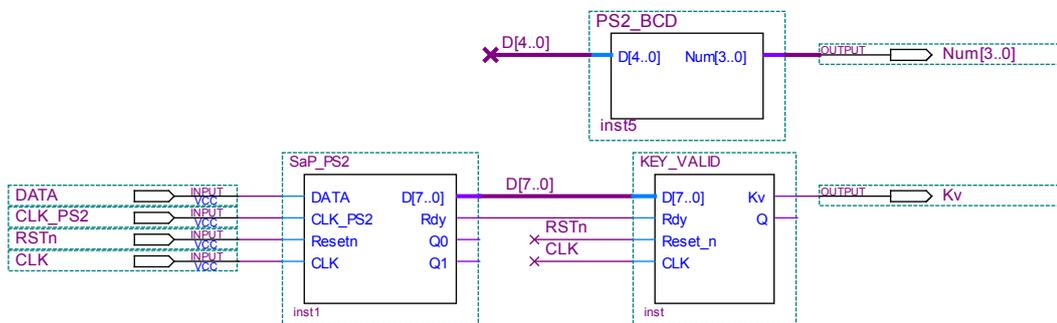

Figura 3. Diagrama del Receptor_PS2
El objetivo de esta parte es solo implementar el bloque **Receptor_PS2** de la figura 3 y probar su funcionamiento con un teclado PS2 real.
- Estudiar el funcionamiento del circuito **Receptor_PS2** de la figura 3.